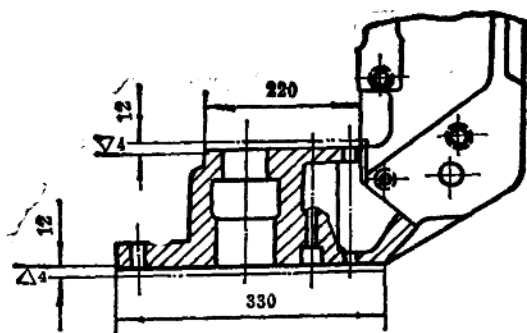

图3 前梁吊耳两侧刨削处
5. 刨削吊耳的两个侧面，切削量可视加固板的厚度而定，如图 3 所示（切削量为 12 毫米）。对刨削面的技术要求为：刨削的两平面的不平行度不得大于 0.05 毫米；刨削的两平面对引导轮轴孔中心线的不垂直度不得大于 0.05 毫米。